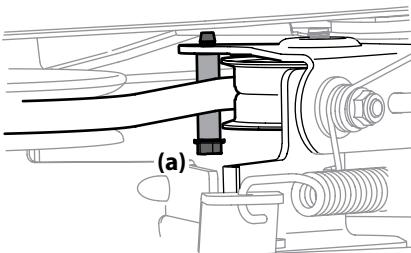

Figura 4-14
6. Extraiga el guardacorrea (plataformas de 30" solamente) extrayendo el perno hexagonal (a) que la sujeta. Consulte la Figura 4-14.